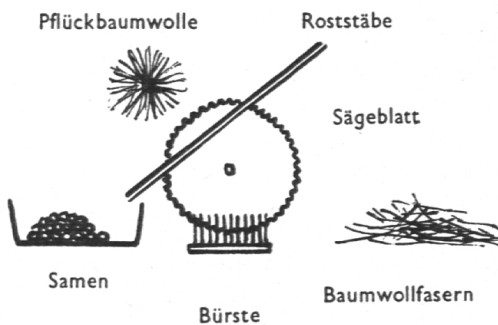

Abb. 8
**Entkernung:** Sogleich nach der Ernte müssen die Baumwollsaamen von den Fasern getrennt werden. Die ölhaltigen Saamen würden sonst innert kurzer Zeit verderben und dabei auch die Fasern schädigen. Das Entfernen besorgt die Sägeentkernungsmaschine. (Abb. 8.) Zahlreiche rotierende Sägeblätter mit